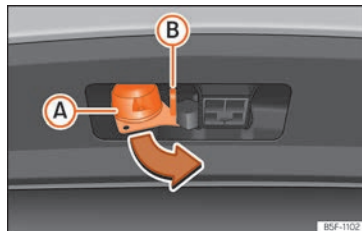

Fig. 184 Girar el conector de 13 contactos
- Agarre el conector por la zona (A) y extráigalo en el sentido de la flecha »» fig. 184.
- Abra la tapa del conector (A) y conecte el remolque »» fig. 184.
- Enganche el cable de retención del remolque en el ojal de seguridad »» fig. 184 (B). Al engancharlo, el cable de retención debe **combarse** en todas las posiciones del remolque frente al vehículo (curvas pronunciadas, marcha atrás, etc.).